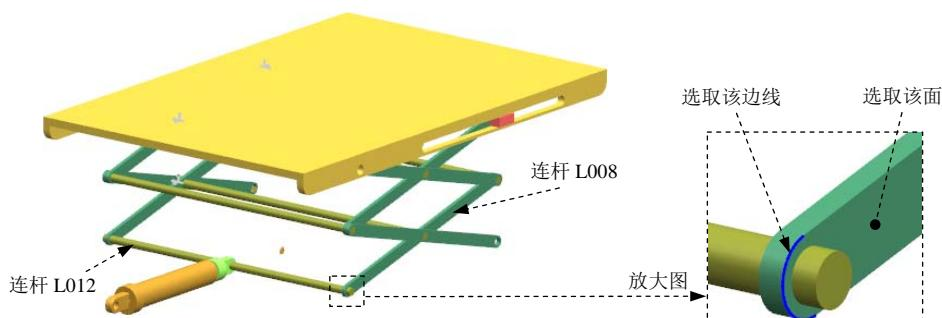

图 10.5.24 定义旋转副（十一）
(1) 定义运动副类型。在“运动副”对话框选项卡的下拉列表中选择旋转副选项。
(2) 选择连杆。在运动导航器中将连杆 L001 隐藏，选取图 10.5.24 所示的连杆 L012。
(3) 定义原点及矢量。在“运动副”对话框的指定原点下拉列表中选取“圆弧中心”选项，在模型中选取图 10.5.24 所示的圆弧为定位原点参照；选取图 10.5.24 所示的面作为矢量参考面。
(4) 添加啮合连杆。在“运动副”对话框的基本区域中选中啮合连杆复选框，单击，选取图 10.5.24 所示的连杆 L008。
(5) 定义啮合连杆原点及矢量。在“运动副”对话框基本区域的指定原点下拉列表中选取“圆弧中心”选项，在模型中选取图 10.5.24 所示的圆弧为定位原点参照；选取图 10.5.24 所示的面作为矢量参考面。
(6) 单击按钮，完成第十六个运动副的添加。